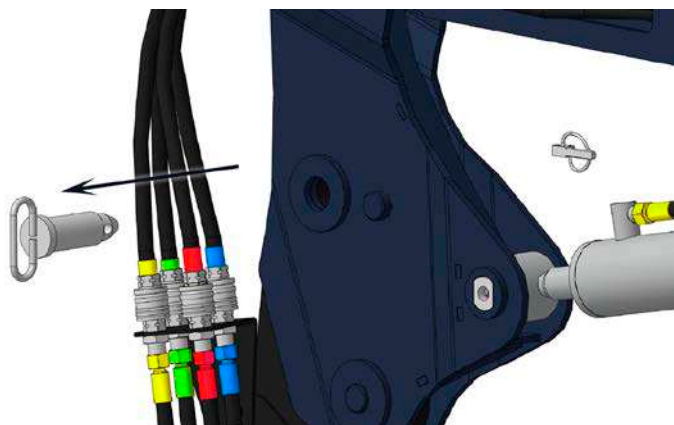

Рис. 2.4 – Демонтаж фиксаторов
- Раскрепите пятку от подрамника (рис. 2.4, 2.5);